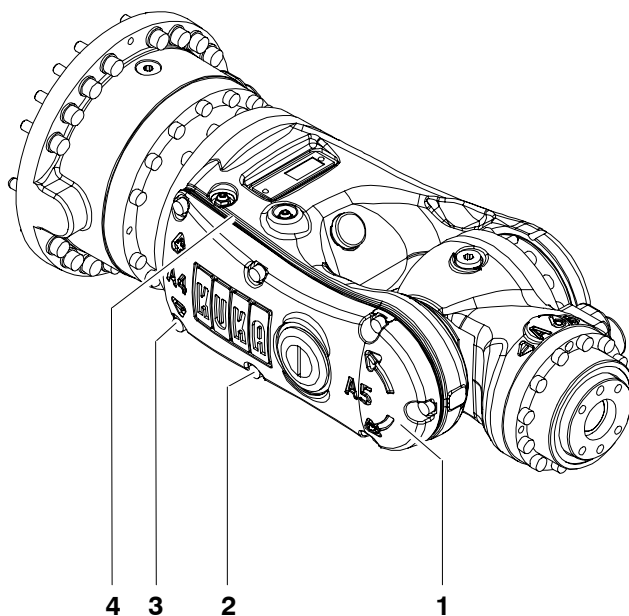

Fig. 111 Couvercle
- (1) Dévisser les deux vis à six pans creux M5x25 (Fig. 111/2) et 5 vis à six pans creux M5x16 (3) sans oublier les rondelles-freins et enlever le couvercle (1).
- (10) Monter le couvercle (Fig. 111/2) avec le joint (5) afin de le visser avec deux vis à six pans creux M5x25 (1) et cinq vis à six pans creux M5x16 (1) sans oublier les rondelles-freins.